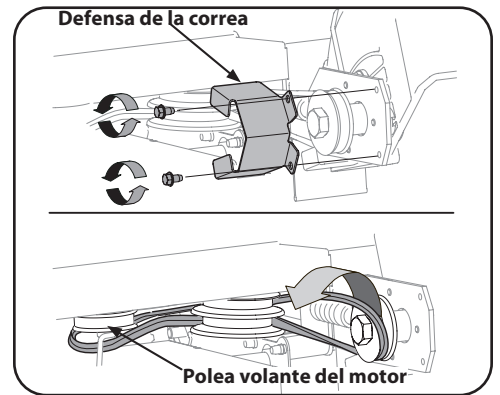

Figura 4-4
3. Retire la guarda de la correa de las poleas del husillo sacando los dos tornillos autorroscantes que la sujetan al montaje de la placa de la cuchilla. Vea la Figura 4-4.
4. Cuidadosamente retire la correa de las poleas, verificando una vez más la orientación de la correa. Descarte la correa. Vea la Figura 4-4.
NOTA: Asegúrese de que el lado "V" de la correa está asentado sobre la polea superior y que el lado plano de la correa está asentado sobre la polea inferior. Vea la Figura 4-4.